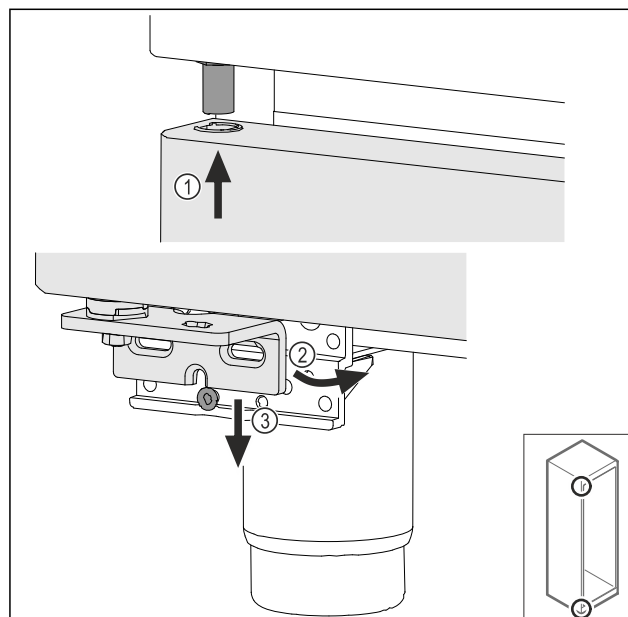

Fig. 74
- Indfør døren let på skrå foroven Fig. 74 (1), indjuster døren lige Fig. 74 (2), og påsæt den fornedten på lejebuksskruen Fig. 74 (3).